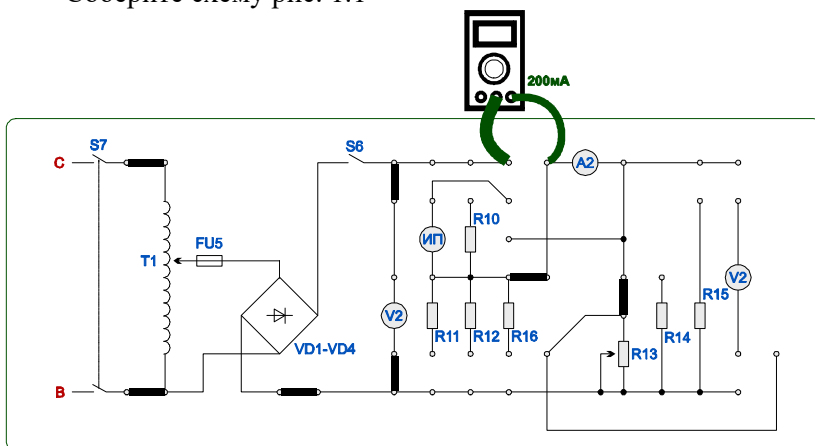

Рисунок 1.1 Монтажная схема для исследования амперметра
Соберите схему рис. 1.1
- Используя рисунок 1.1 нарисовать электрическую принципиальную схему проведенного опыта с максимальным